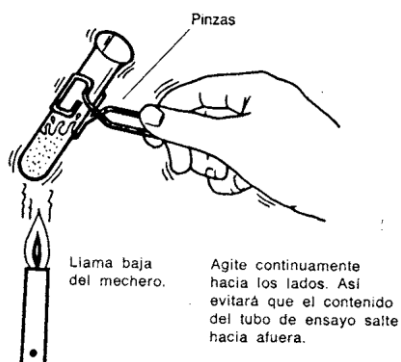

Fig. 2
13.- Cuando se calienta un líquido en un tubo de ensayo, se tomará éste con unas pinzas de tubo de ensayo y se calentará por la parte más alta adonde llegue el líquido, inclinando el tubo, y nunca por el fondo del mismo (Fig. 2). El líquido, de no hacerlo así, podría proyectarse violentamente. Además, se tendrá mucho cuidado de no "apuntar" la boca del tubo de ensayo hacia nuestra cara ni hacia la de nuestros compañeros de laboratorio.